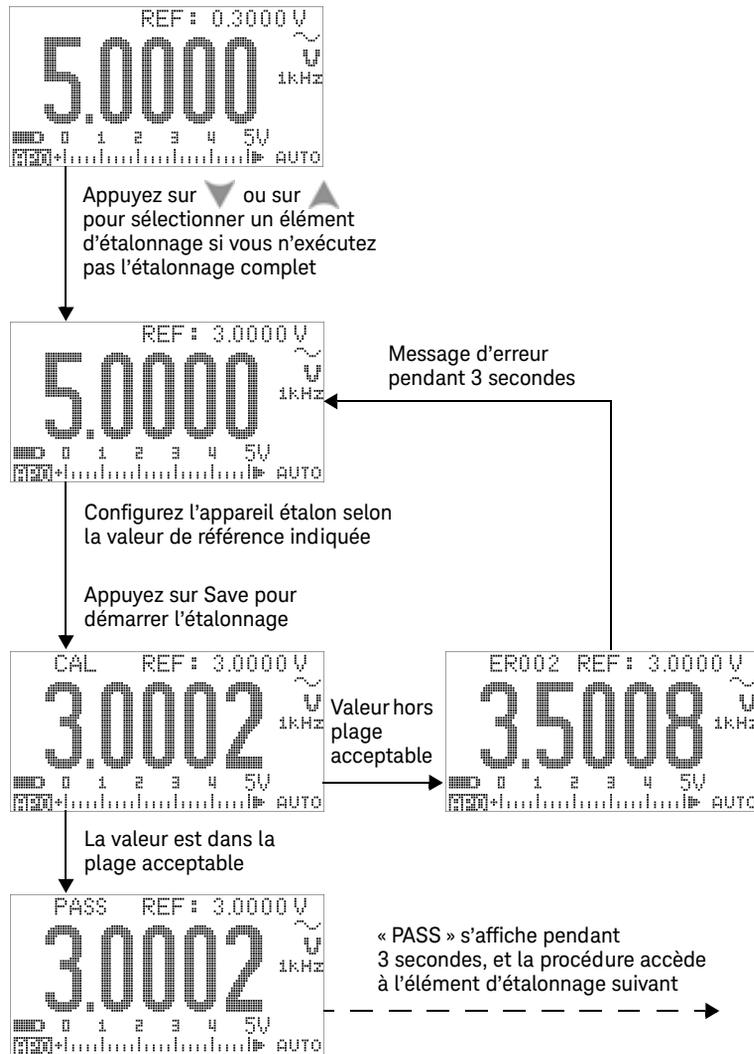

Figure 6-7 Procédure d'étalonnage typique
- 11** Éteignez l'instrument et rallumez-le. Le mode de mesure standard est rétabli. Reportez-vous à la Figure 6-7 à la page 197.